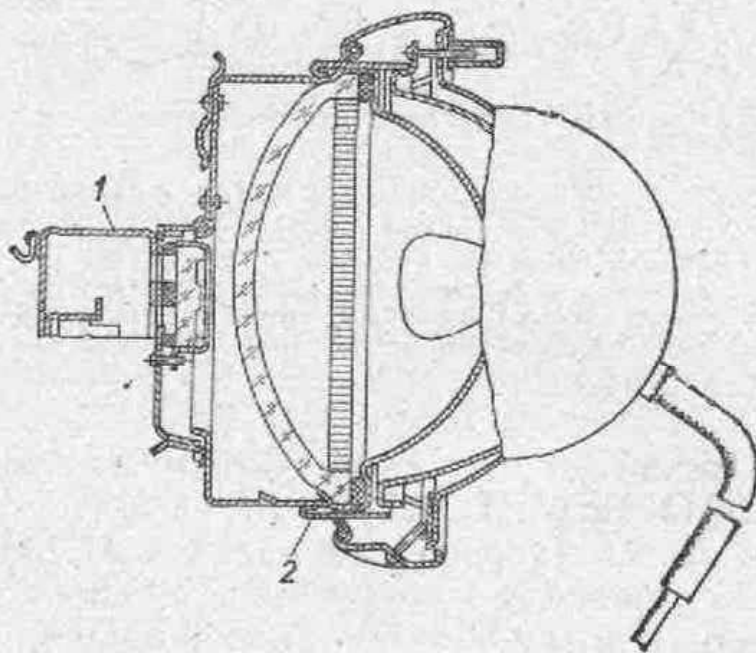

Рис. 102. Фара со светомаскировочной насадкой в режиме маскировочного затемнения:
3) насадку 1 (рис. 102) в сборе с ободком 2 наложите на оптический элемент фары;